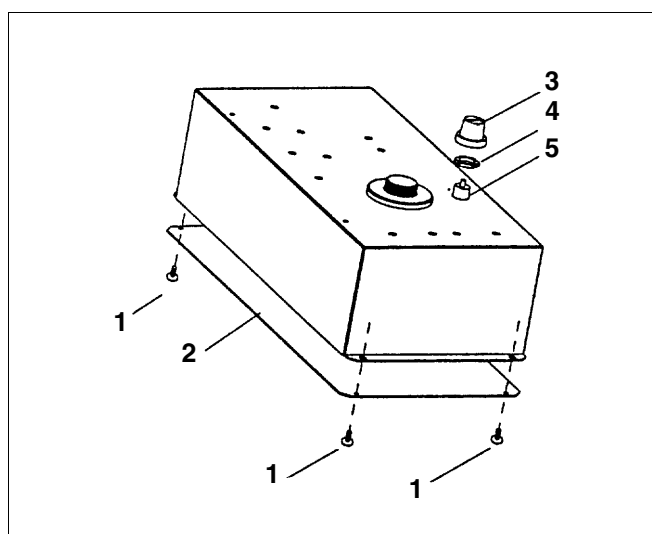

Fig. 58 Coffret électrique supplémentaire HT3101
- Pour démonter le STB, desserrer les quatre vis (fig. 58, **pos. 1**).
- Retirez le couvercle (fig.58, **pos. 2**).
- Dévissez le capuchon de protection (fig. 58, **pos. 3**).
- Desserrez l'écrou de fixation (fig. 58, **pos. 4**).
Légende pour fig.58